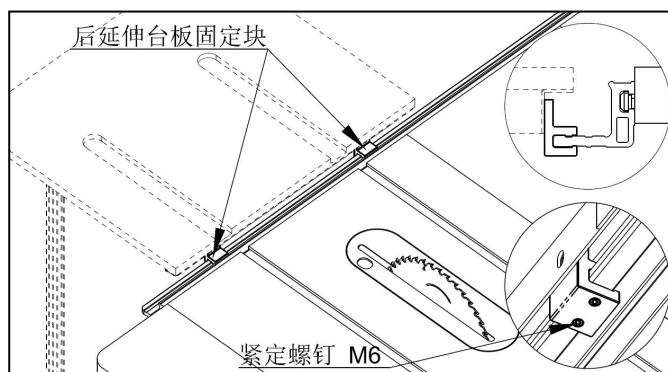

图 6-27
- (10) 本产品随机配备两个【后延伸台板固定块 D】，用于“后延伸台板”的安装。如图 6-27，该固定块使用 M6 紧定螺钉固定，可以在后导轨上任意位置锁紧。